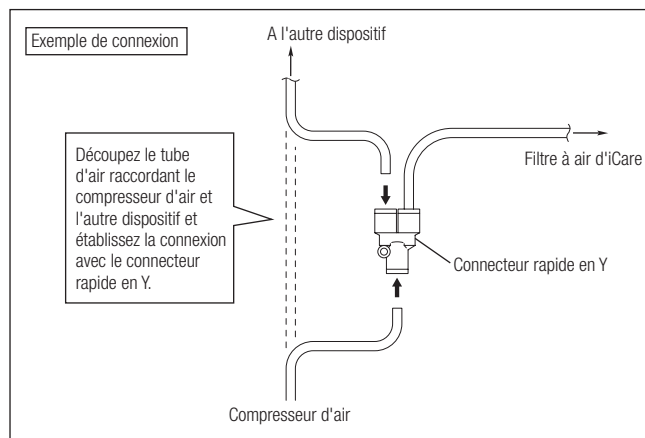

Fig. 2
- 2) Raccordez le connecteur rapide en Y à la source d'air (compresseur d'air), comme l'illustre la Fig. 2.